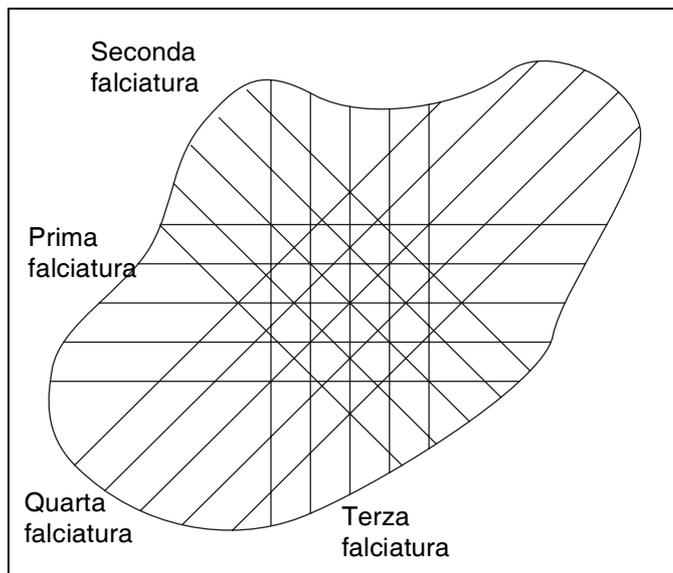

Figura 6F
5. Per una superficie da gioco più regolare ed un aspetto più ordinato, ogni volta che tosate il green modificate la direzione di falciatura. La Figura 6F illustra dei pattern a puro titolo esemplificativo; l'operatore o il superintendent del campo da golf possono scegliere pattern diversi per i vari green.